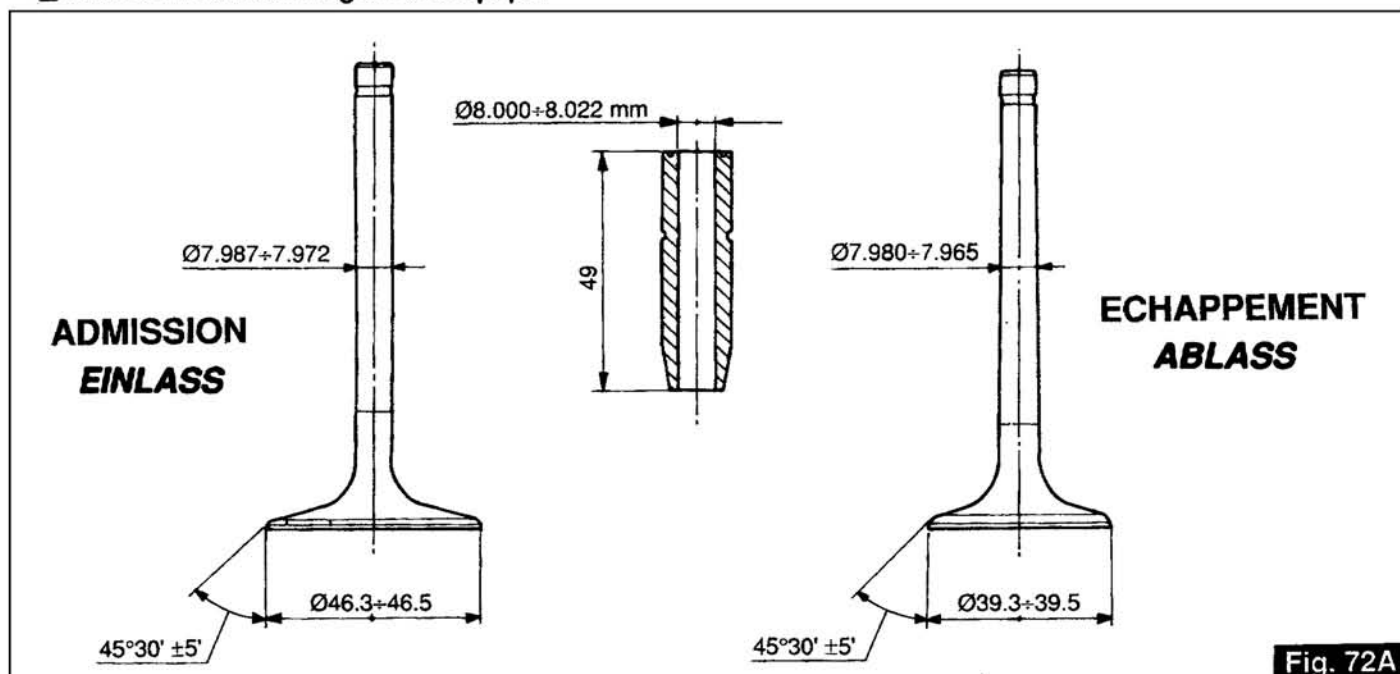

Fig. 72A
- pressez les guides de soupapes à l'aide du pointeau; réalésez le diamètre des trous de coulissement des tiges de soupapes à la valeur prescrite (Fig. 72A).
- mit der Stanze die Ventileführungen festdrücken; mit einer Reibahle die Ventile nacharbeiten und hierbei den Innen-Ø auf den vorgeschriebenen Wert vergrößern (Fig. 72A).